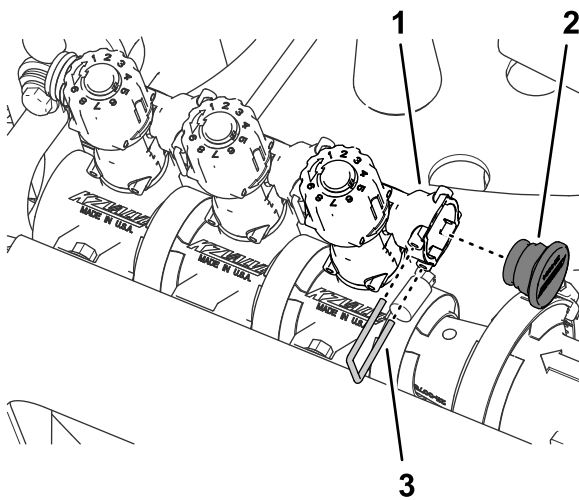

Figura 67
8. Instale el tapón en el acoplamiento rápido de la válvula de desvío (Figura 67).
9. Sujete el tapón al acoplamiento rápido hembra con la horquilla de retención que retiró en el paso 3 (Figura 67).